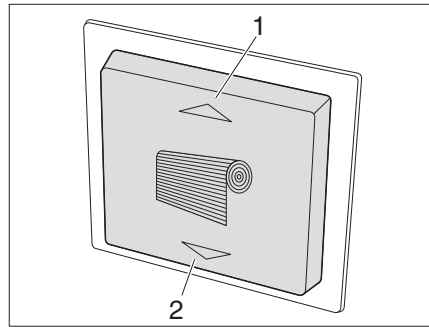
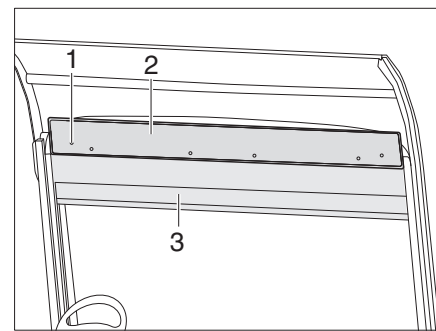

Fig. 82 Interruptor para la persiana
Fig. 84 Persiana con función de emergencia
- Pulsar la tecla (Fig. 82/2). La persiana (Fig. 84/3) para la luna delantera se mueve hacia abajo.
- Pulsar la tecla (Fig. 82/1). La persiana (Fig. 84/3) para la luna delantera se mueve hacia arriba.
- Desenroscar 6 tornillos (Fig. 84/1) en la caja de la persiana y retirar el panel (Fig. 84/2).
- Enganchar la manivela en uno de los dos motores y subir o bajar la persiana (Fig. 84/3).